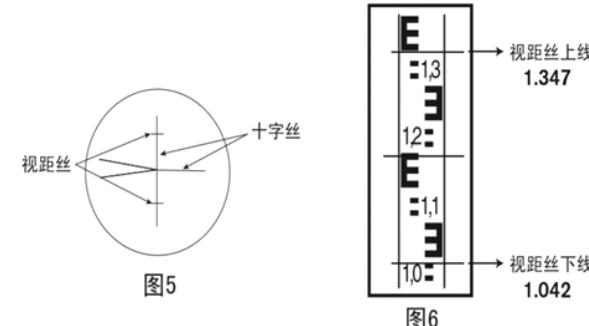

图6
1. 瞄准水准尺，记录下视距丝（图5）在水准尺所在位置的刻度值。（图6）